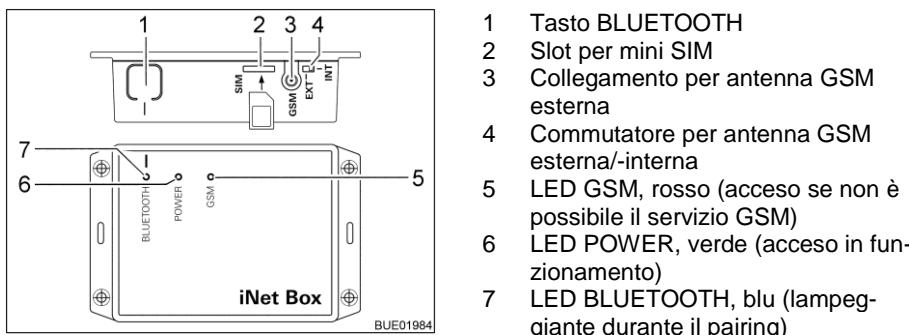

Fig. 162 Truma iNet Box
- Premere il tasto BLUETOOTH (Fig. 162,1) della iNet Box per 1 secondo. Nel terminale mobile la Truma iNet Box è visibile per circa 2 minuti (nome: "Truma iNet-Box"). In questo tempo il LED BLUETOOTH (Fig. 162,7) blu lampeggiava.
- Spingere con cautela la mini SIM con il proprio numero di telefono e credito sufficiente nello slot (Fig. 162,2) della Truma iNet Box, come illustrato, finché non si innesta. Il LED GSM (Fig. 162,5) rosso deve lampeggiare costantemente. Quando dopo 20 secondi il LED rosso si spegne: Controllare la mini SIM.